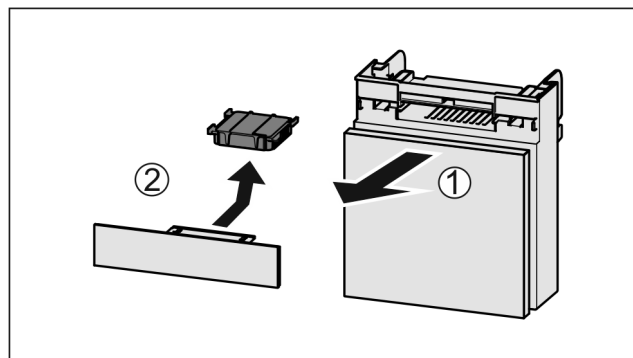

Fig. 272
- Потягніть Fig. 272 (1) відділення вперед.
- Витягнути Fig. 272 (2) фільтр з активованого вугілля.